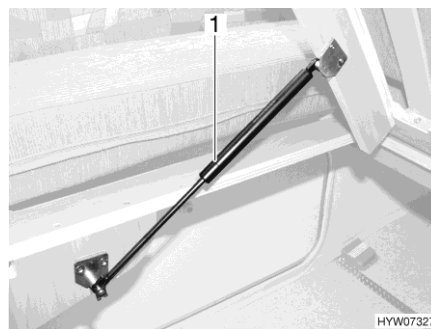

Fig. 129 Cama fija
- Levantar el somier. Los resortes por presión de gas (Fig. 129,1) retienen el somier en la posición abierta.